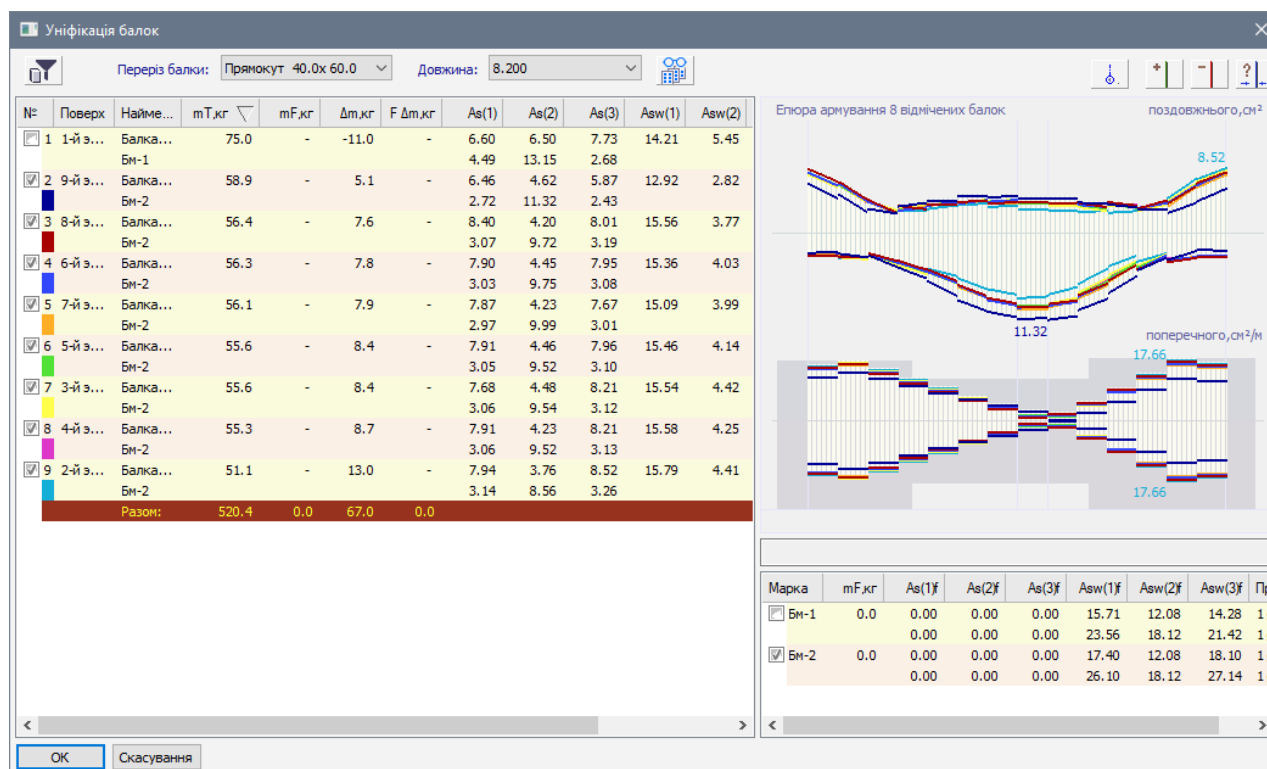

Рис. 27.30. Відображення епюр фактичного і теоретичного армування для балки
- Внизу, в правій частині діалогового вікна (рис. 27.30) з'являться балки марки БМ-1 і БМ-2. Уніфікована балка БМ-2 відповідає за міцністю всім 8-ми балкам, що входять в цю уніфіковану групу. Також у діалоговому вікні **Види** з'являться види армування **Бм–1** і **Бм–2** в папці **Складальні вузли** і декілька розрізів для балок в папці **Розрізи**).